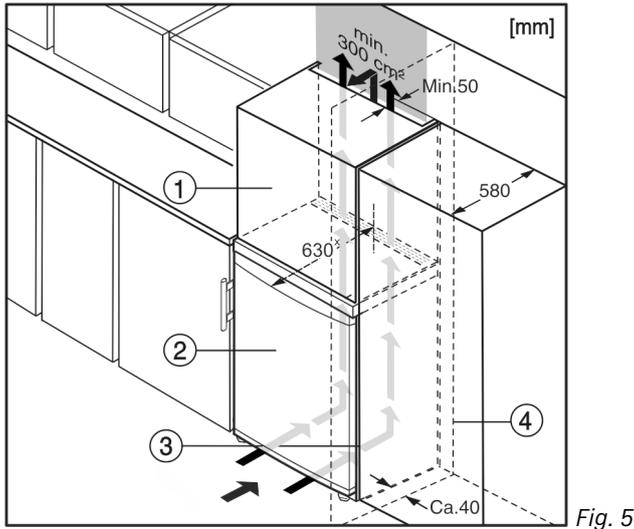

Fig. 5
Das Gerät kann mit Küchenschränken umbaut werden. Um das Gerät Fig. 5 (2) der Küchenzeilenhöhe anzugleichen, kann über dem Gerät ein Aufsatzschrank Fig. 5 (1) angebracht werden.
Beim Umbau mit Küchenschränken (Tiefe max. 580 mm) kann das Gerät direkt neben dem Küchenschrank Fig. 5 (3) aufgestellt werden. Das Gerät steht seitlich 34 mm \* und in der Gerätemitte 50 mm \* gegenüber der Küchenschrankfront vor.
Wenn das Gerät mit den Scharnieren neben einer Wand Fig. 5 (4) aufgestellt wird, muss der Abstand zwischen Gerät und Wand mindestens 40 mm betragen. Dies entspricht dem Griffüberstand bei geöffneter Tür.